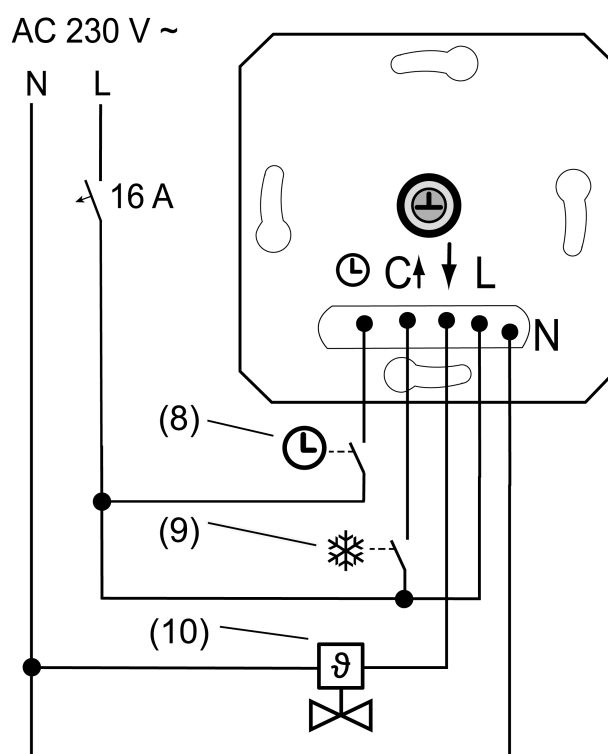
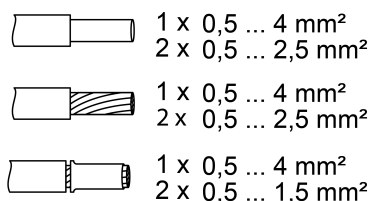

Imagen 2: Ejemplo de conexión del mecanismo de control
Imagen 3: Sección transversal enchufable del conductor
- Conectar el accionamiento regulador electrotérmico (10) al mecanismo de control (1) según el plan de conexiones (Imagen 2). Tenga en cuenta las secciones transversales del conductor (Imagen 3).
- Opcionalmente, conectar la entrada del funcionamiento de descenso ☉ a través de un contacto de conmutación de un reloj central (8).